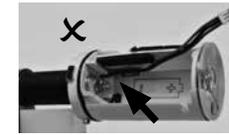
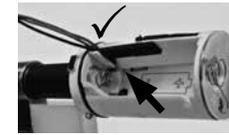

Abb. 12
Abb. 13
⑪ Innenknauf auf den Adapter klicken.
⑫ Kabel stramm halten und durch die Nut führen (Abb. 12/Abb. 13).